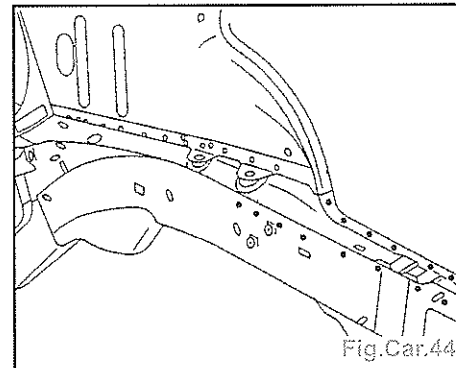

Fig.Car.44
- Souder par points électriques (équipement BA3) (Fig.Car.44).